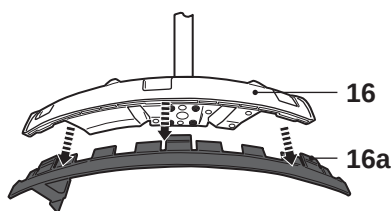

Fig. 5
- > En mode débroussailleuse, détachez la pièce d'extrémité [16a] de la protection [16] en appuyant sur les trois onglets au moyen de l'outil (Fig. 5).